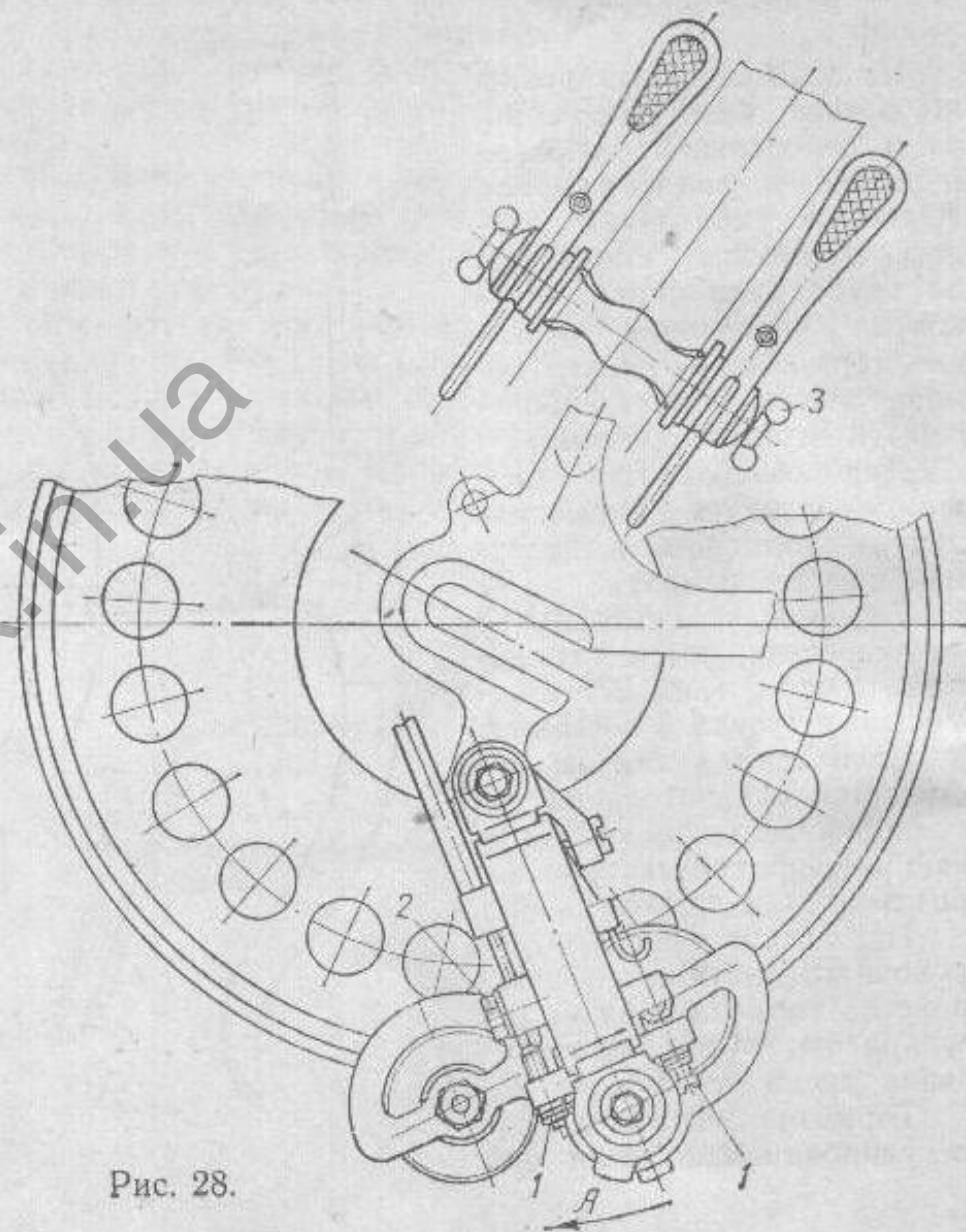

Рис. 28.
Переключатель закрепляется на правом окончаниии рамы специальным винтом, имеющим с торца шестигранное отверстие под ключ. Винт плотно затягивается, но при этом переключатель можно свободно поворачивать в сторону стрелки «А» (рис. 28), например, перед снятием заднего колеса.
2. Ручка переключателя должна быть в меру затянута винтом-барашком 3 (рис. 28). Чрезмерная затяжка затруднит переключение.